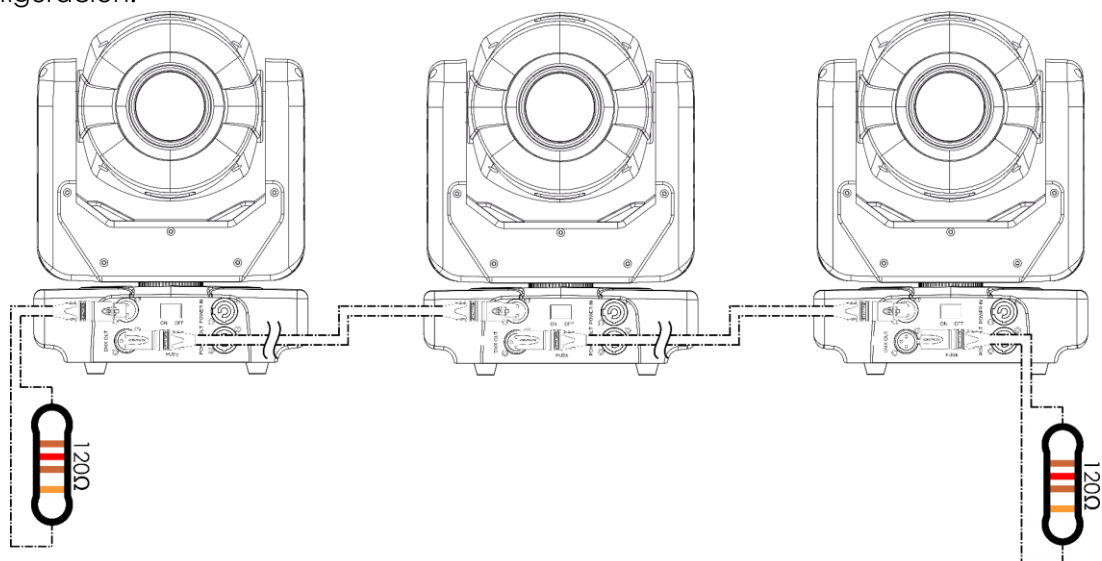

Fig. 12
- 02) Repita el paso 1 para conectar todos los dispositivos como se muestra en la Fig. 12.